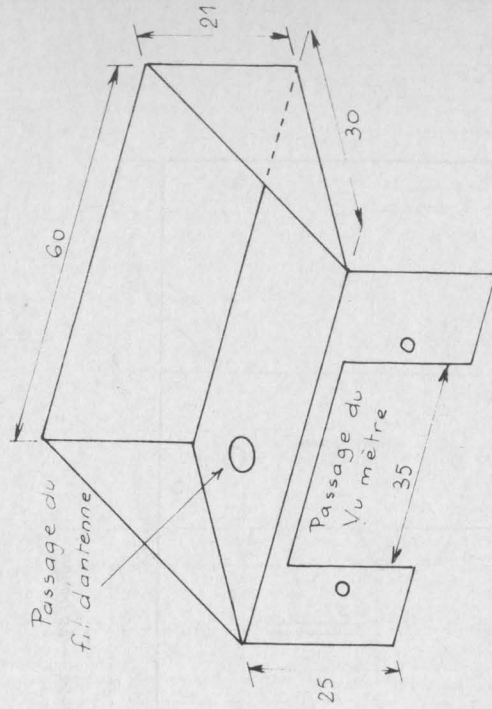

Fig. VIII-24. — Blindage d'antenne (alu ou fer blanc 5/10)
- Préparer le blindage d'antenne en alu de 5/10 ou en fer blanc. Voir fig. VIII-24. Ce blindage est maintenu par les vis de fixation du vu-mètre.